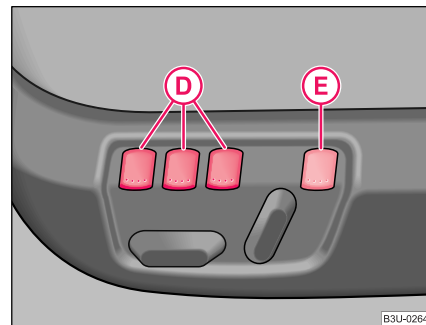

Fig. 53 Scaunul conducătorului auto: Taste de memorare și PORNIRE/OPRIT
Memory pentru scaun vă oferă posibilitatea de a memora poziția individuală a scaunului și a oglinzilor exterioare. Tuturor celor trei taste de memorare (D) ⇒ Fig. 53 li se poate asocia o poziție individuală, aceasta însemnând un total de trei poziții. Prin apăsarea tastei corespunzătoare (D) scaunul și oglinzile exterioare sunt automat reglate în poziția asociată acesteia.
- **Apăsare scurtă - Memory:** Apăsați scurt tasta de memorie **(D)** ⇒ pagina 71, Fig. 53 atunci când ușa conducătorului auto este deschisă. Scaunul și oglinzile exterioare se vor regla automat în poziția memorată.
În caz de urgență puteți întrerupe procesul de solicitare din memorie, apăsând întrerupătorul **(E)** ⇒ pagina 71, Fig. 53, apăsând scurt pe una din tastele de memorare sau apăsând unul din întrerupătoarele de reglare a poziției scaunului. ■